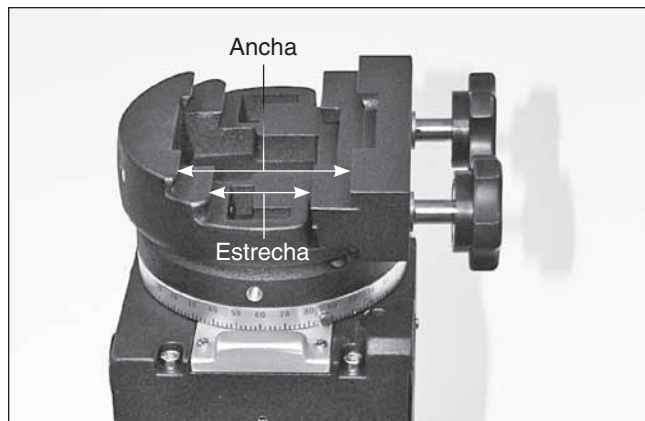

Figura 7. El soporte de doble ancho tiene capacidad para placas o barras de montaje de cola de milano estrechas o anchas.
2. Afloje los dos botones de sujeción de la placa del soporte de doble ancho (figura 7) hasta que el ancho de una de las ranuras de cola de milano sea ligeramente mayor que el ancho de la barra de cola de milano de su telescopio.